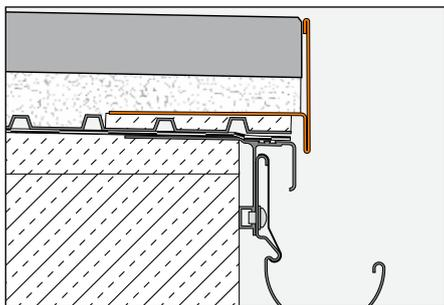

Fig. 1
Mise en œuvre pour la pose de dalles autoportées sur des plots de mortier ou sur un lit de gravier/concassé avec BARA-RT (Fig. 1)
3. Lors de l'utilisation de BARA-RT comme retenue de gravier (Fig. 1), la couche de gravier sera tirée en fonction de l'épaisseur du revêtement sous l'arête supérieure de la partie verticale du profilé. Les dalles de béton seront ensuite simplement posées sur la couche de gravier égalisée.